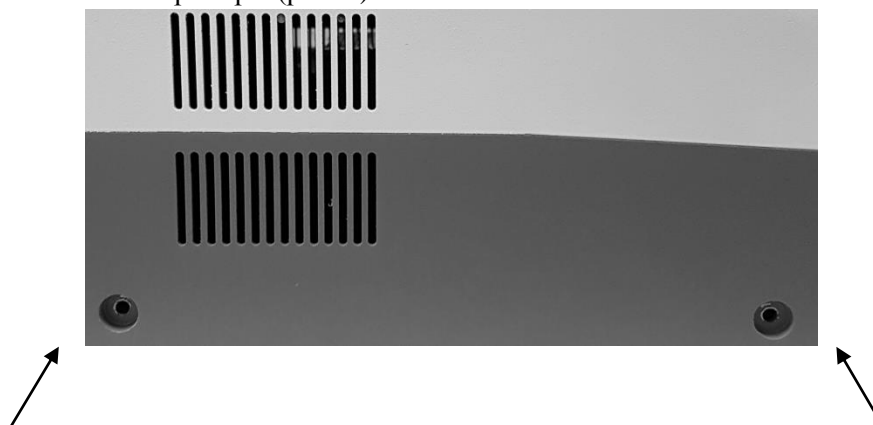

Рисунок 6. Спектрофотометр УФ-1100 вид с боку.
- Отвинтите 4 винта по бокам прибора. (рис. 6)